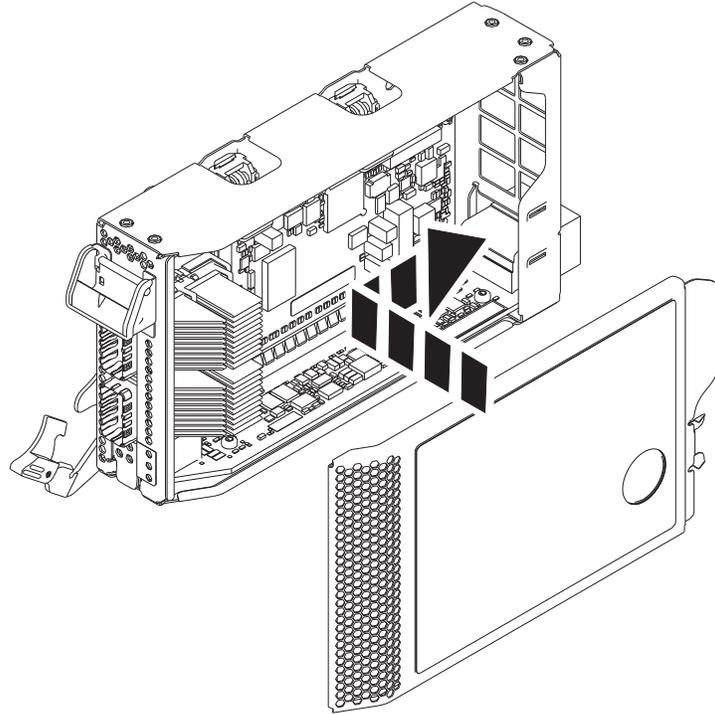

Abbildung 32. Kassettenabdeckung des PCIe-Adapters austauschen
- a. Richten Sie die Kassettenabdeckung aus und schieben Sie sie auf der Kassette in Position, wie in Abb. 32 dargestellt.